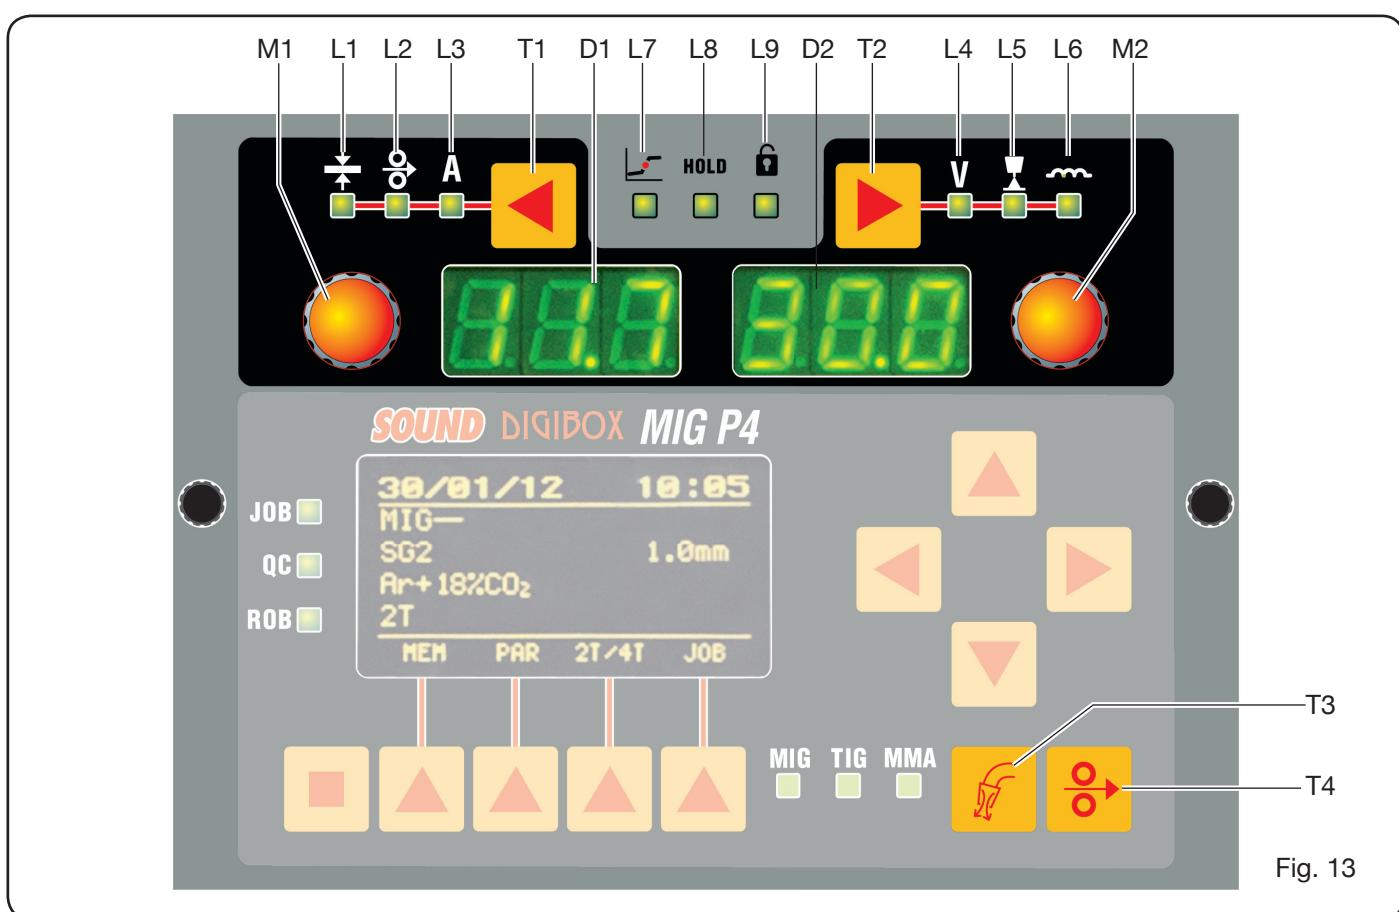

Fig. 13
Kontrollpanelen består av ett **kontrollområde** (Fig. 13) och ett **inställningsområde** (Fig. 14).
6.1 KONTROLLPANEL (FIG. 13).**Valtangent T1**